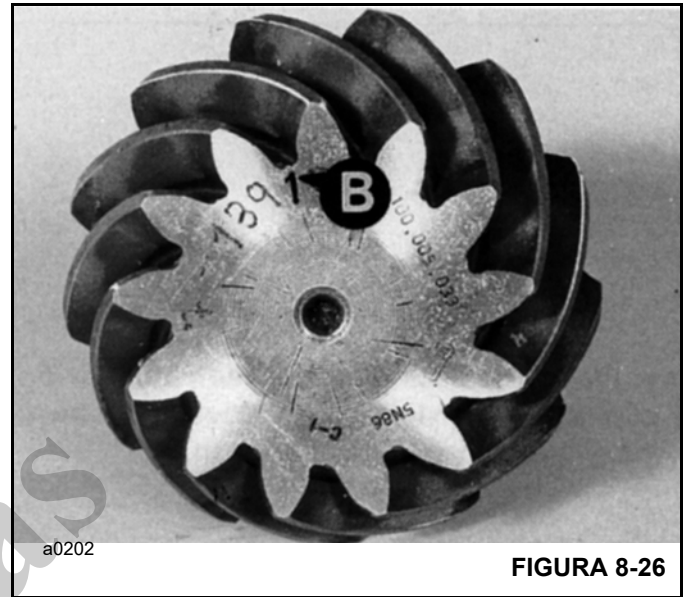
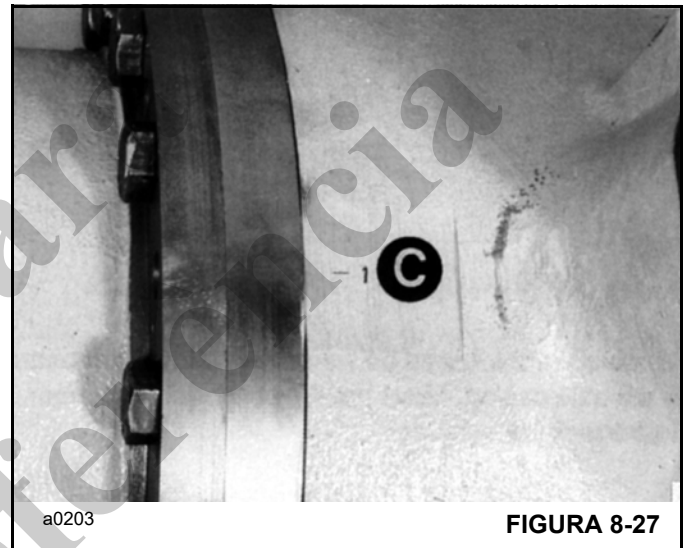

FIGURA 8-26
FIGURA 8-27
3. Determine o valor da distância de montagem B (Figura 8-26) no pinhão e o desvio C (Figura 8-27) na carcaça da cabeça de acionamento. As duas unidades estão em milímetros. Para converter milímetros em polegadas, multiplique o valor em milímetros por 0,03937.